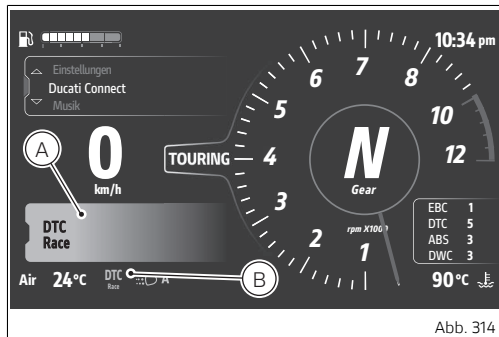
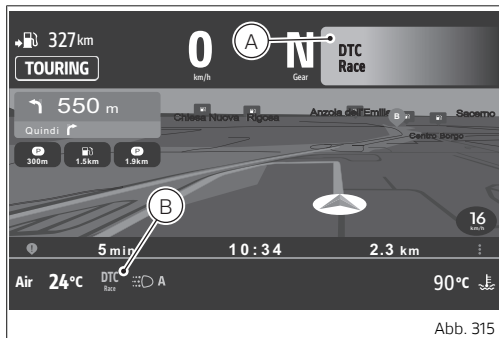

Abb. 314
Abb. 315
Die Warnungen oder aktiven Alarne werden in 2 Formaten angezeigt: groß (A) und klein (B). In diesen Abbildungen werden die jeweiligen Positionen auf der Hauptseite (Abb. 314 S.309) und auf der Seite „Ducati Connect“ (Abb. 315 S.310) angegeben. In den folgenden Abbildungen sind die Warnungen links in Großformat und rechts im kleinen Format dargestellt.